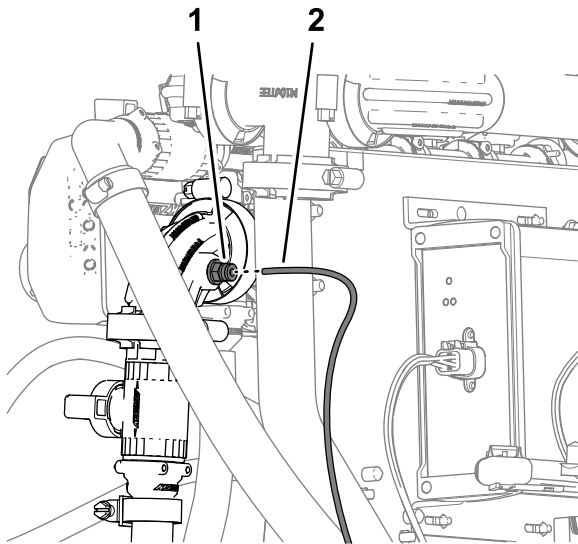

Figura 140
5. Alinee el extremo del tubo del sensor de presión (plástico) del indicador de presión del salpicadero con el anillo de bloqueo del acoplamiento del tubo en el acoplamiento de 90° de la válvula de cierre de la lanza de mano o el Kit de carrete de manguera eléctrica (Figura 140).
6. Inserte el tubo del sensor en el anillo de bloqueo hasta que el tubo esté correctamente asentado (Figura 140).